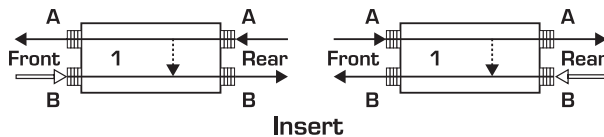

Fig. 1.2: Insert-konfiguration (Modus 1)
Fig. 1.2 viser, hvordan man forbinder indsløfningsveje ("Inserts"). Vi antager, at du har forbundet et signal med den øverste, bageste bøsning (A). Dette signal bliver nu sendt videre til forsiden via bøsning (A) og til bagsiden via bøsning (B). Først når den nederste, forreste bøsning (B) benyttes, opdeles den skitserede sti således, at der er forbindelse mellem de to øverste og de to nederste jackbøsninger. Denne indstilling kaldes "Input Break". Den fungerer også spejlvendt (se fig. 1.2), idet signalstrømmen i dette tilfælde opdeles, så snart bøsning (B) på bagsiden benyttes. Modus 1 egner sig f.eks. til at forbinde master-inserts på din mikserpult med ind- og udgange på din kompressor. Du kan også forbinde kanal-inserts med ind- og udgange på din equalizer.